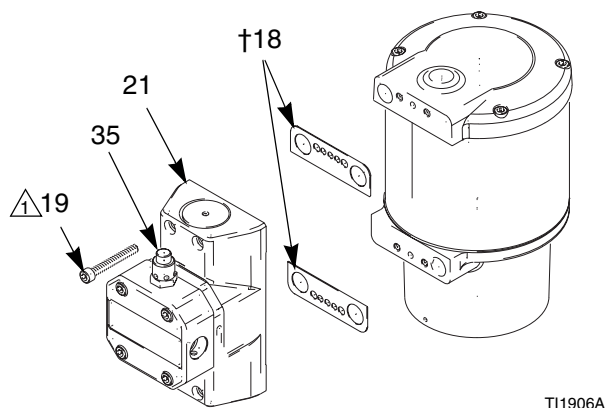
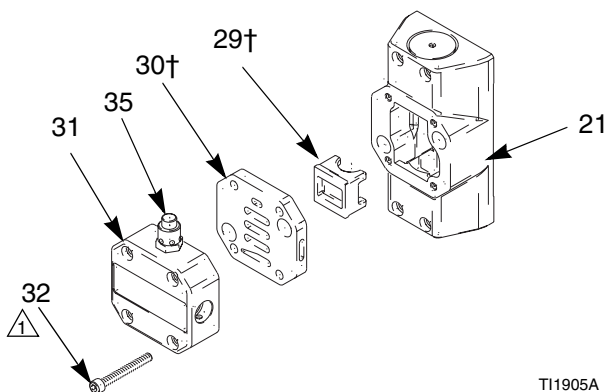

ABB. 5. Luftventil
ABB. 6. Luftventildeckel, Sitz und Behälter
1. Die Schrauben (19) entfernen und das Luftventilgehäuse (21) vom Luftmotor abnehmen. Die Dichtungen (18) herausnehmen. Siehe ABB. 5.
2. Den Luftventildeckel (31), den Sitz (30) und den Behälter (29) entfernen. Siehe ABB. 6.
4. Die O-Ringe (23†) in die Muffen (22) legen und eine Muffe in das Gehäuse (21) einbauen. Jetzt den Kolben (24†) und die andere Muffe einbauen. Mit den Stellschrauben (36) befestigen.
5. Den Behälter (29†) so in das Gehäuse (21) geben, dass er auf dem Luftventilkolben reitet. Siehe ABB. 6.
6. Den Sitz (30†) und den Deckel (31) wie gezeigt einbauen. Die Löcher im Sitz müssen auf die Löcher im Gehäuse (21) ausgerichtet sein. Die Ausrichtung des Überdruckventils (35) im Deckel beachten. Die Schrauben (32) mit einem Drehmoment von 10-11 Nm festziehen.
7. Die Innenflächen des Gehäuses (21), die zu den Dichtungen (18†) gerichtet sind, einfetten und danach die Dichtungen wie in ABB. 5 gezeigt ausrichten. Das Luftventil mit dem Überdruckventil (35) nach oben einbauen. Die Schrauben (19) mit einem Drehmoment von 10-11 Nm festziehen.